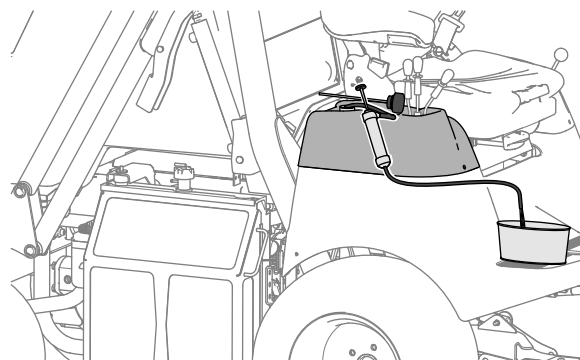

Bild 101
4. Leeren Sie den Hydraulikbehälter mit einer Absaugpumpe (Bild 101).